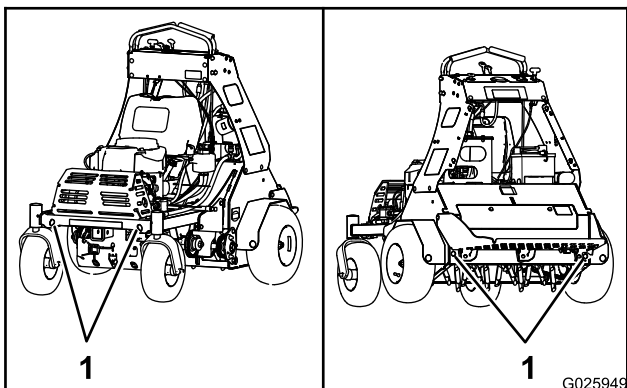

Figure 30
7. Servez-vous des points d'attache de la machine pour l'arrimer solidement sur la remorque ou le véhicule de transport au moyen de sangles, chaînes, câbles ou cordes (Figure 30).